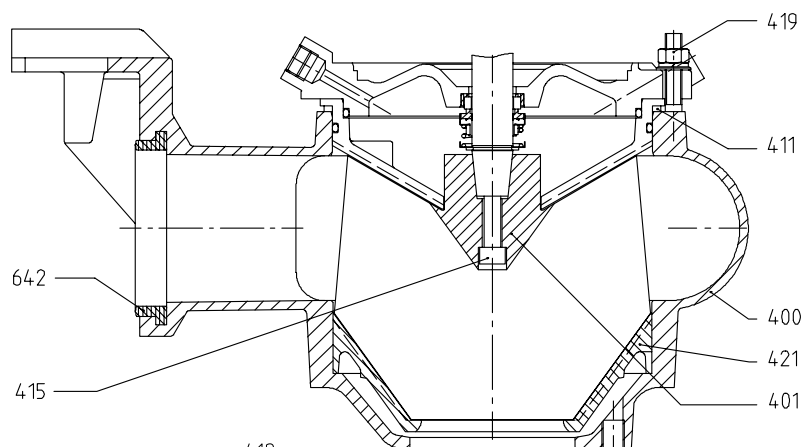

fig.3.4: C0CQ / D0DQ
3.3.2 VERWIJDEREN VAN DE WAAIER, fig. 3.4
(fig.3.4 en 3.5)
3.4.2 MONTAGE VAN DE SLIJTCONUS VOOR DE TYPES C0CQ / D0DQ EN C080 / D100 "NIET-NASTELBAAR" (fig.3.4 en 3.5)